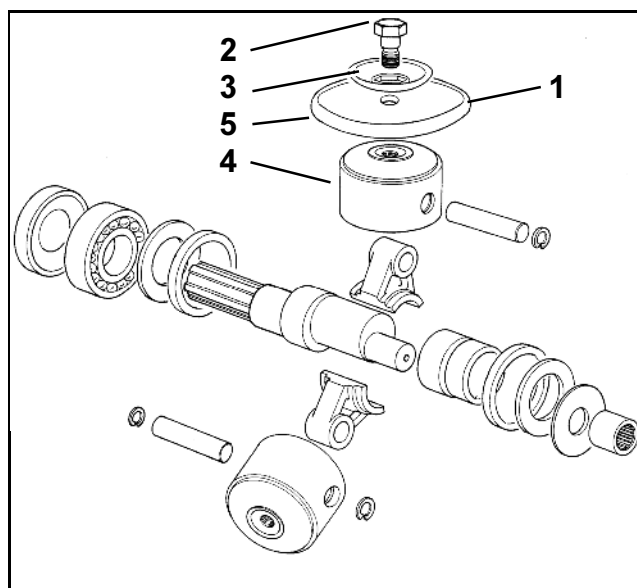
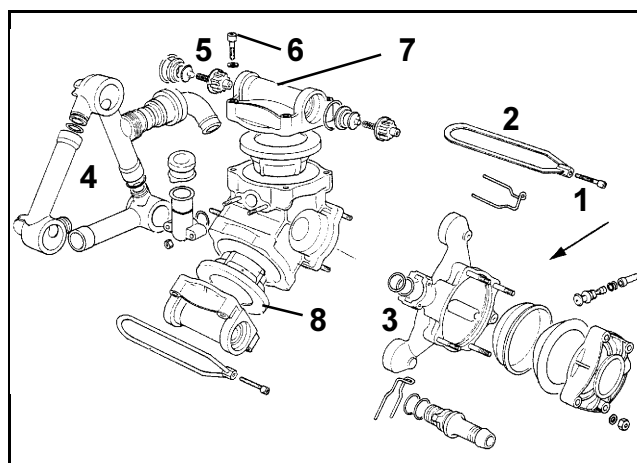

Рис. 135
Рис. 136
Не менее одного раза в год проверяйте состояние поршневой мембраны (Рис. 135/1) посредством демонтажа.
- Открутите болты (Рис. 136/1).
- Снимите стяжной хомут (Рис. 136/2), а также всасывающий и напорный канал (Рис. 136/3, Рис. 136/4) включая клапаны (Рис. 136/5). Следите за установочным положением клапанов с всасывающей и напорной стороны!
- После удаления болтов (Рис. 136/6) снимите головку цилиндра (Рис. 136/7).
- Проверьте поршневую мембрану (Рис. 135/1).
- Открутите болт (Рис. 135/2) и снимите поршневую мембрану (Рис. 135/1) вместе со стопорной шайбой (Рис. 135/3) с поршня (Рис. 135/4).
- Извлеките цилиндр (Рис. 136/8) из корпуса насоса.
- Установите поршневую мембрану (Рис. 135/1).
Поршневую мембрану закрепите стопорной шайбой и винтом на поршне таким образом, чтобы край (Рис. 135/5) указывал в сторону головки цилиндра (Рис. 136/7).